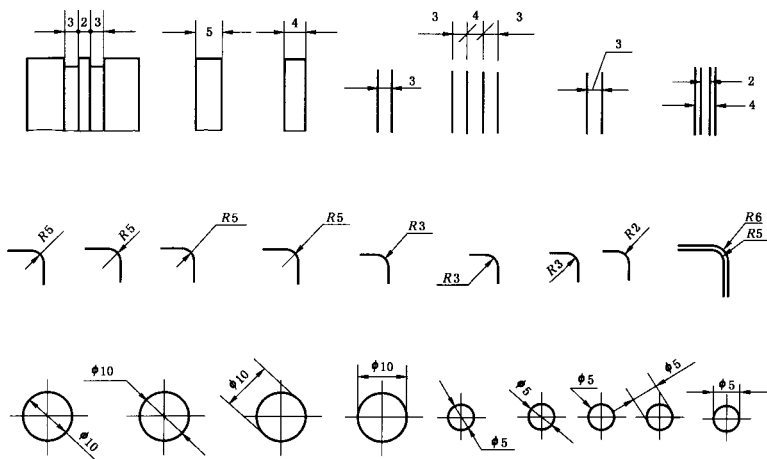

图 16 小尺寸的注法
4.2.6 在没有足够的位置画箭头或注写数字时,可按图 16 的形式标注,此时,允许用圆点或斜线代替箭头。